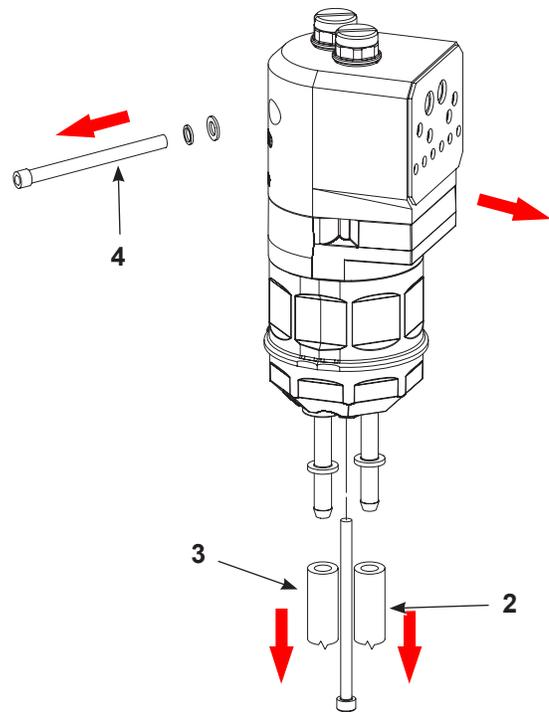
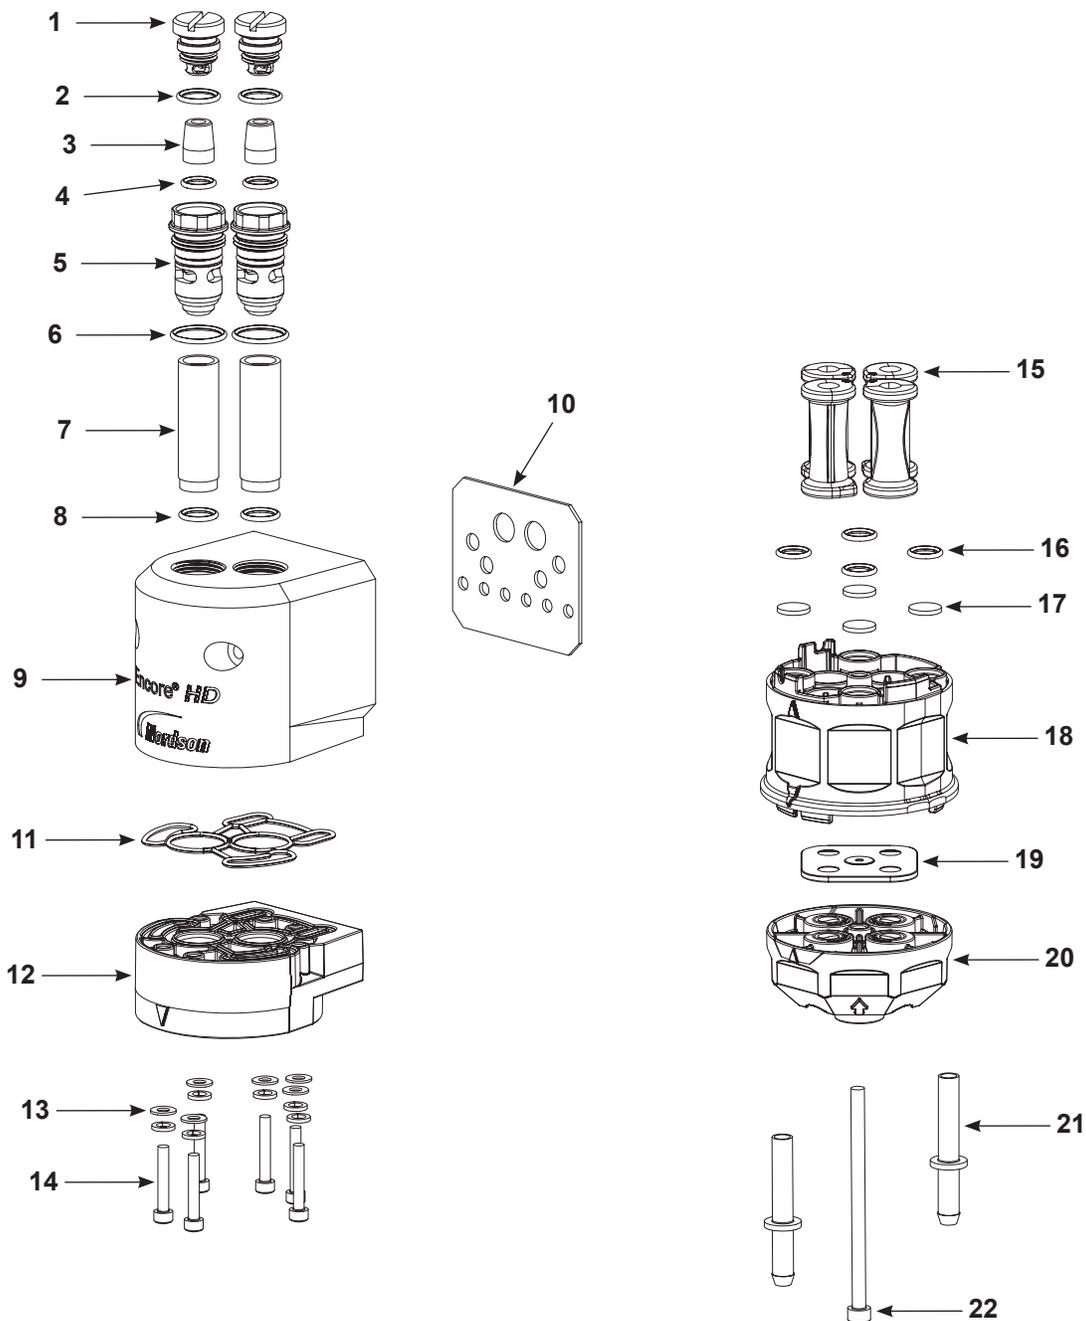

Figure 19 Préparation du démontage de la pompe standard
Figure 20 Démontage de la pompe (modèle illustré Encore HD)
NOTE : Le joint plat du bloc en Y (élément 19 dans la Figure 20) doit être remplacé à chaque fois que la pompe est démontée.
2. Voir la Figure 19. Débrancher le tuyau à poudre d'entrée (2) et de sortie (3) du dessous de la pompe.
3. Retirer les accessoires de montage d'armoire qui fixent la pompe à son tableau (4) et déplacer la pompe sur une surface de travail propre.
4. Voir la Figure 20. Démontez la pompe comme illustré en commençant par les tubes de fluidisation. Il est inutile de retirer les joints plats qui sont collés, sauf s'ils sont endommagés. Voir *Remplacement du joint plat de la pompe* à la page 23 si un remplacement est nécessaire.